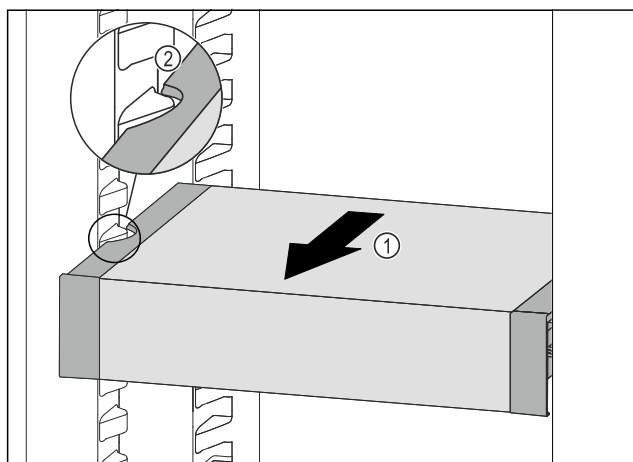

Fig. 121
- Táhněte VarioSafe dopředu Fig. 121 (1), dokud nebudou boční vybrání VarioSafe na úrovni žebrování na nádoby v chladničce. Fig. 121 (2)